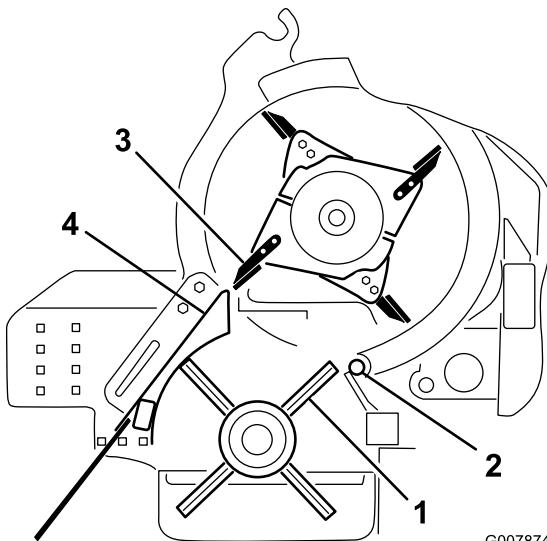

Figura 61
4. Ruotate la puleggia finché una fila della spazzola non si allinea all'angolo rotante (Figura 61).
- Ruotate la trinciatrice finché una punta della lama non si allinea con la parte esterna dell'alloggiamento della spazzola (Figura 61).